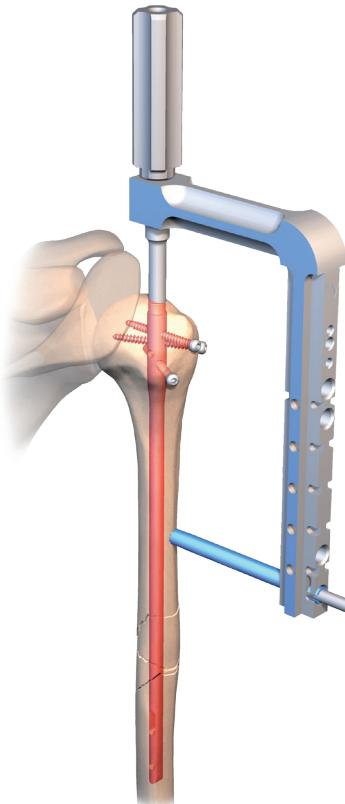

fig.11
- Introduire le manche bout mousse à œillet (**obturateur intermédiaire réf. 253 676**) dans le canon de visée (**bleu à encoche réf. 257 010 ou réf. 253 679**) au contact de l'humérus (**fig.11**).